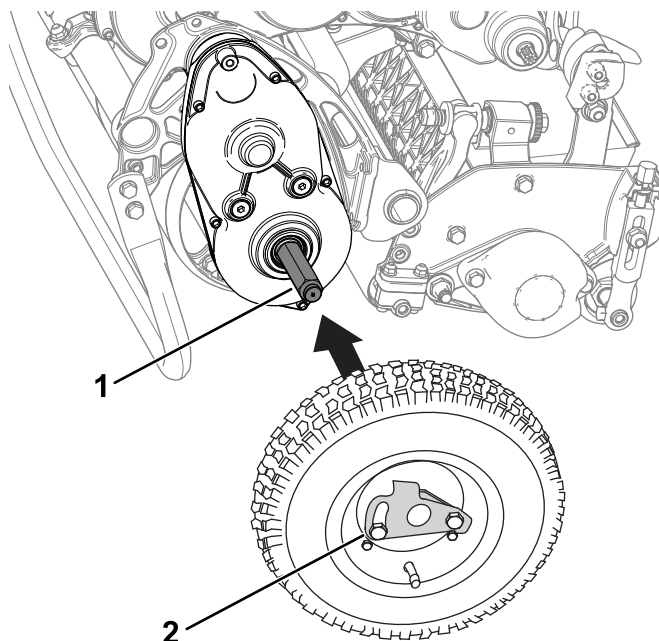

Figura 23
2. Deslize uma roda para um veio (Figura 23).
3. Gire o clipe de bloqueio da roda (Figura 23) para fora do centro da roda permitindo que se afaste do eixo.